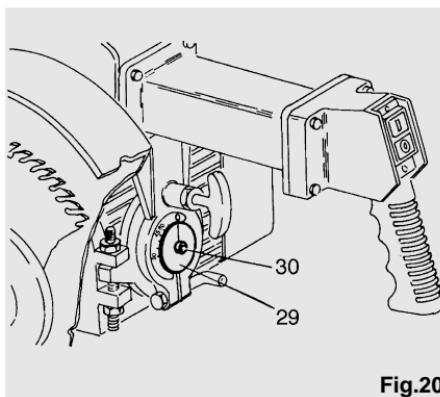

Fig.20
- Après avoir obtenu la perpendicularité par rapport au plan de travail, vérifier et éventuellement régler l'index (29) en desserrant la vis (30) de sorte que la ligne noire soit alignée à la position zéro (voir fig. 20).